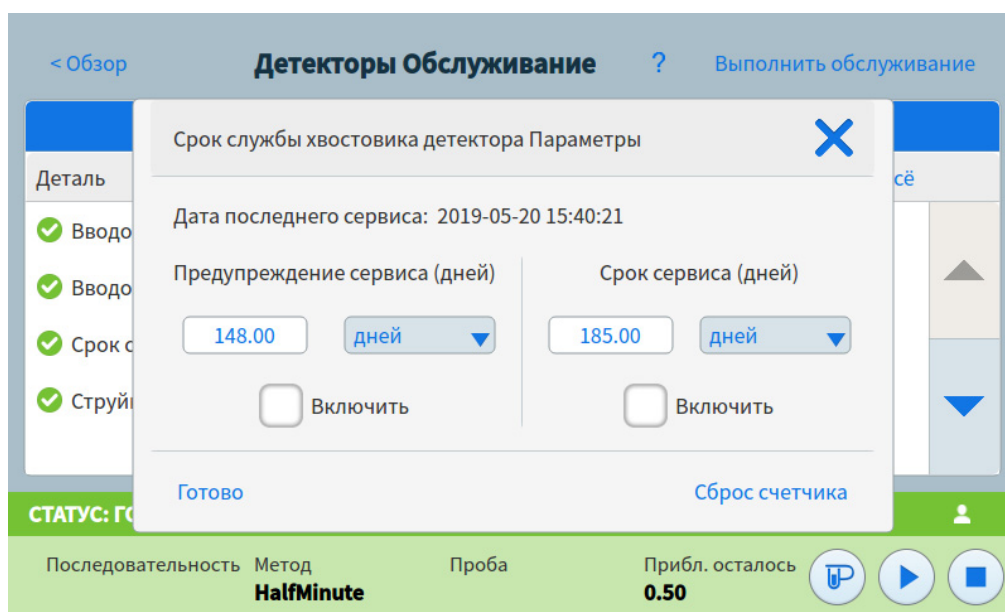

Рис. 31 Диалоговое окно параметров
- 2 Нажмите на список компонента, для которого необходимо изменить счетчик. Появится диалоговое окно параметров для выбранного компонента. См. Рис. 31.